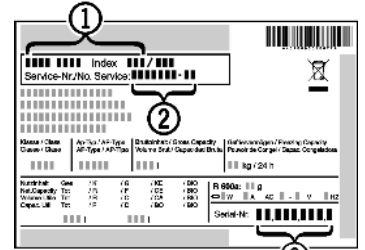

Fig. 8
- ▶ Наименование устройства Fig. 8 (1), сервисный № Fig. 8 (2) и серийный № Fig. 8 (3) считайте с заводской таблички. Заводская табличка находится внутри устройства слева.
- ▶ Обратитесь в сервисную службу и сообщите вид неисправности, наименование устройства Fig. 8 (1), сервисный № Fig. 8 (2) и серийный № Fig. 8 (3).